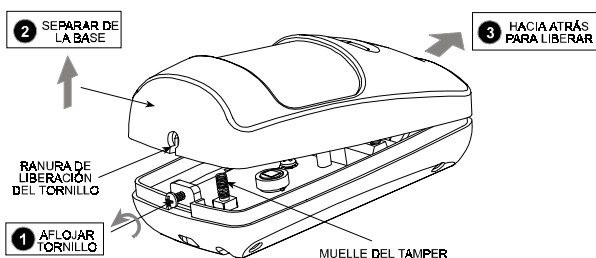

Figura 3. Apertura de la tapa
- A. Quite la tapa como se muestra en la Figura 3.